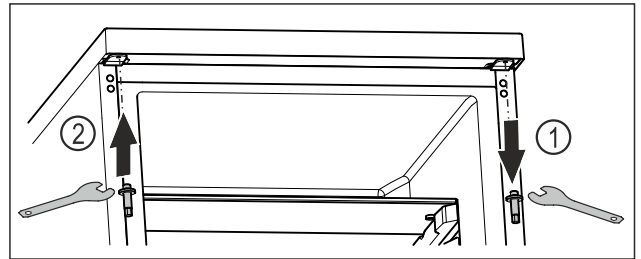

Fig. 22
- ▶ S ključem z zunanjim šestkotnikom odvijte zgornji sornik. Fig. 22 (1)
- ▶ S ključem z zunanjim šestkotnikom trdno privijte sornik na nasprotni strani. Fig. 22 (2)